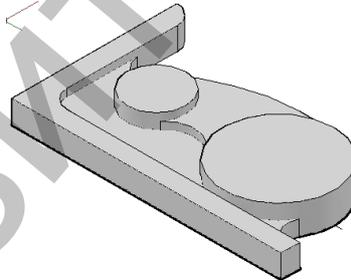

Рис. 7 Размещение объектов относительно друг друга
4. разместите объекты относительно друг друга командой «Переместить» (рисунок 7). Командой «Объединение» объедините объекты.